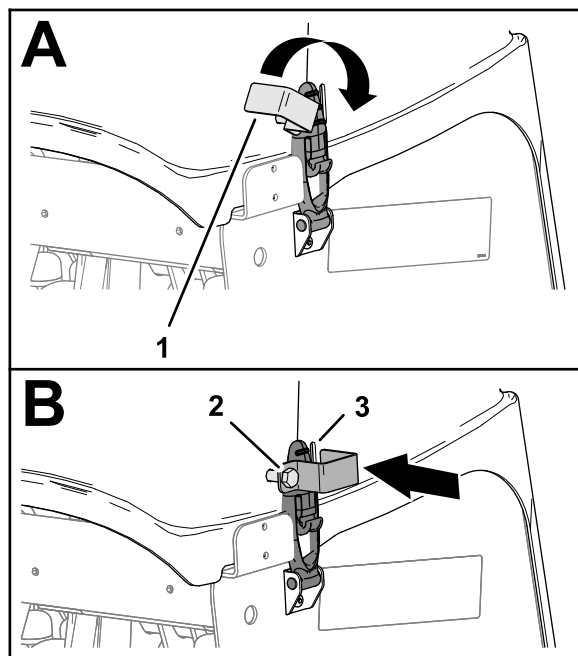

Figura 143
3. Se a sua máquina tiver trincos CE, rode a placa de fixação até alinhá-la com a ranhura na lateral da cobertura da cabeça de perfuração (Figura 143).
4. Aperte o parafuso da placa de fixação (Figura 143).